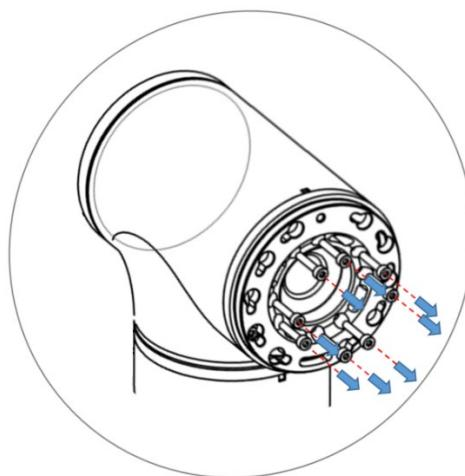

图 3-21 拆卸 J4 轴法兰
**步骤5** 使用内六角扳手拆卸固定 J4 轴法兰的螺钉，取下 J4 轴法兰，如图 3-21 所示。